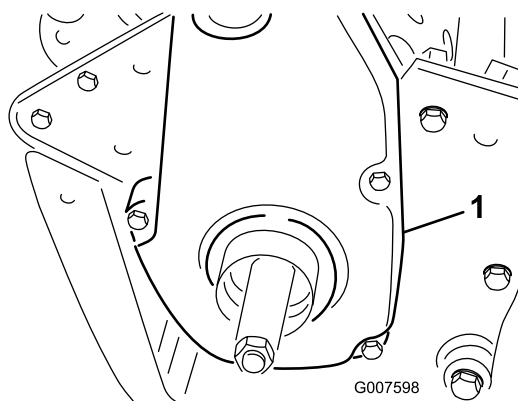

Figura 37
1. Retire las fijaciones de la cubierta de la correa y la cubierta para tener acceso a la correa (Figura 37).